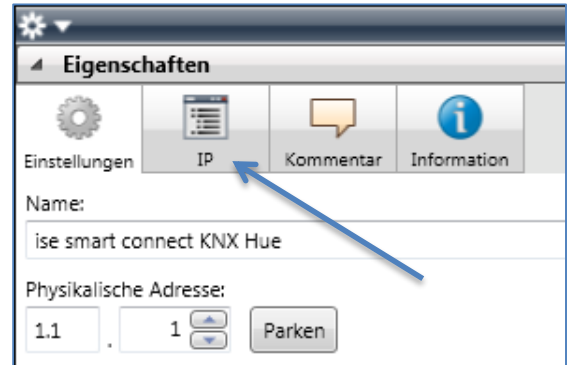

Abbildung 4: Geräte-Eigenschaftendialog der ETS.
2. Zeigen Sie die Eigenschaften des Geräts im Sidebar der ETS an, wie in Abbildung 4 gezeigt.